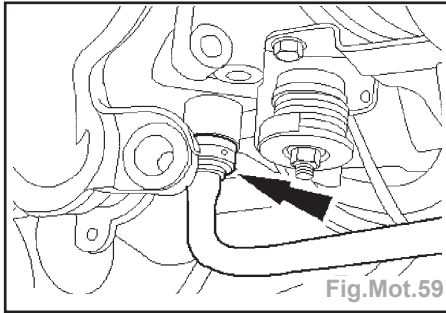

Fig.Mot.59
- Détacher le tuyau de dépression de servofrein du collecteur d'admission (Fig. Mot.59).